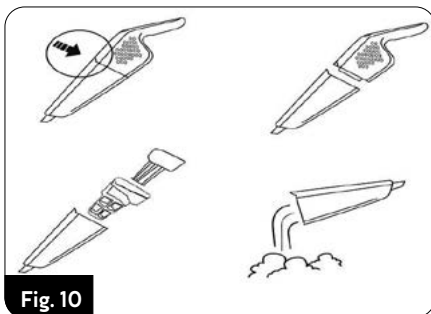
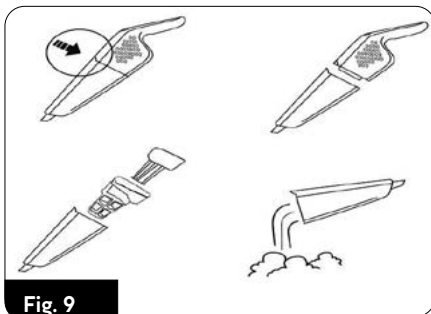

Fig. 10
Fig. 9
4. Împreună cu aspiratorul, peria electrică (15) cu LED-uri (16) luminează suprafața care trebuie aspirată. Peria electrofuncțională este potrivită pentru aspirarea tuturor tipurilor de suprafețe dure și covoare.
5. Utilizarea echipamentului suplimentar al aspiratorului (peria mică, perie de crăpătură) este posibilă după scoaterea aspiratorului din mânerul principal. Apăsăți butonul (4) și scoateți aspiratorul din mânerul principal (2) și apoi conectați accesoriile corespunzătoare la capătul aspiratorului (Fig.9).
6. Urmăriți cât de plin este recipientul de praf (12). Un recipient supraumplut reduce eficiența aspirării, crește consumul de energie și provoacă o contaminare mai rapidă a filtrelor. Pentru a goli recipientul pentru praf, opriți aspiratorul, dezasamblați-l de mânerul principal, apăsați
butonul (8), eliberați recipientul pentru praf (12) din aspirator, scoateți filtrul HEPA (10) și corpul filtrului (11) din recipient. Turnați conținutul recipientului în coșul de gunoi (Fig. 10).